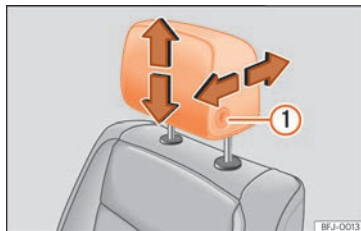

Abb. 20 Vordersitz: Kopfstützeneinstellung.
Zur Einstellung der Höhe, bei gedrückter seitlicher Taste » **Abb. 20** ① Kopfstütze nach oben oder nach unten in die gewünschte Position schieben. Kopfstütze muss sicher in einer Position einrasten.
Um die Kopfstütze in Längsrichtung zu verstellen, schieben Sie sie nach vorne oder hinten und drücken Sie gleichzeitig die seitliche Taste » **Abb. 20** ①.